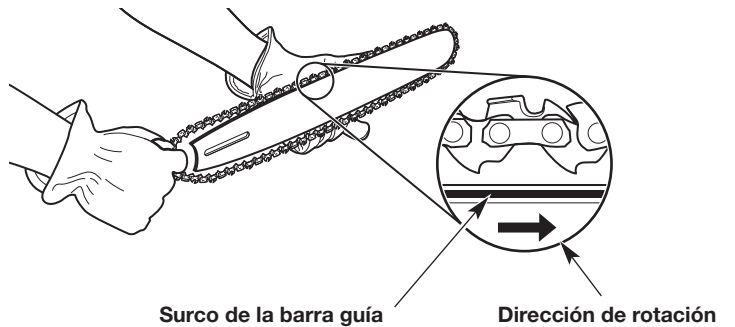

Fig. 30
2. Coloque la cadena de la sierra en el surco de la barra guía (Fig. 30). Compruebe que los cortadores estén en la dirección correcta de rotación (Fig. 30). Mantenga un lazo de la cadena de la sierra en el extremo trasero de la barra guía (Fig. 30).